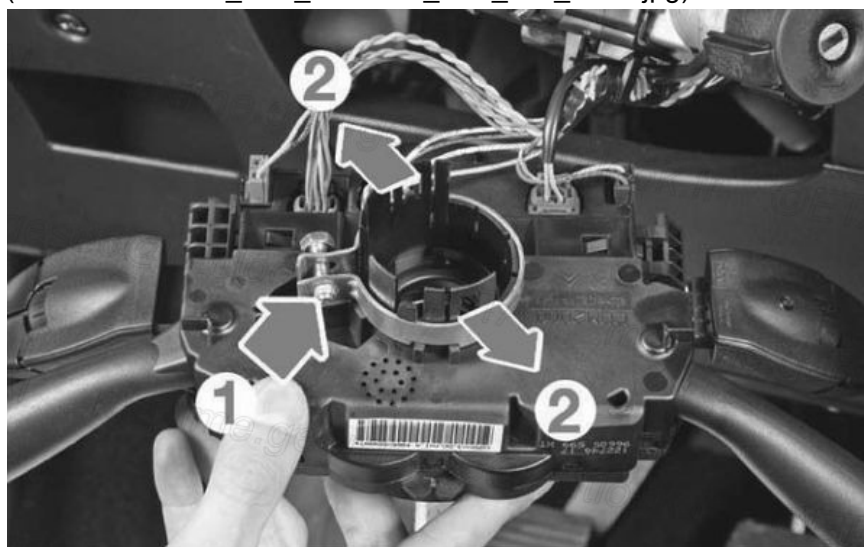

Fig. 30
- Desserrer le collier de serrage (flèche 1) du bloc comodo sur la colonne de direction et à l'aide d'un tournevis plat, écarter les deux languettes de maintien (flèches 2) pour dégager partiellement le bloc comodo (**Fig.30**)